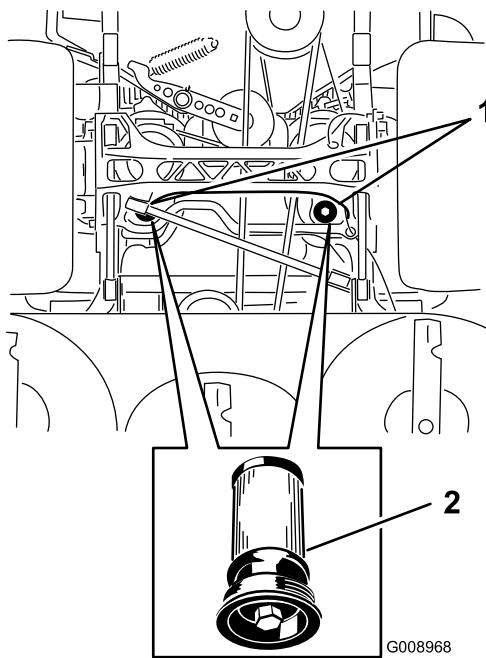

Figura 90
- Coloque un recipiente debajo del filtro, retire el filtro usado y límpie la superficie (Figura 90).
- Aplique una capa fina de fluido hidráulico a la junta de goma del filtro nuevo (Figura 90).